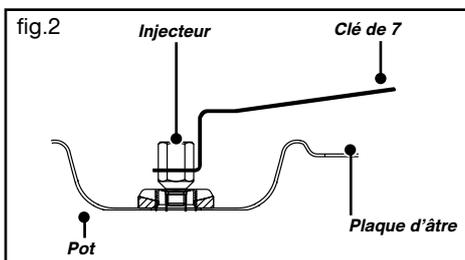

fig.2
- Déclipez l'attache métallique située à la base de chaque brûleur (sole) (fig.2) à l'aide d'un petit tournevis.